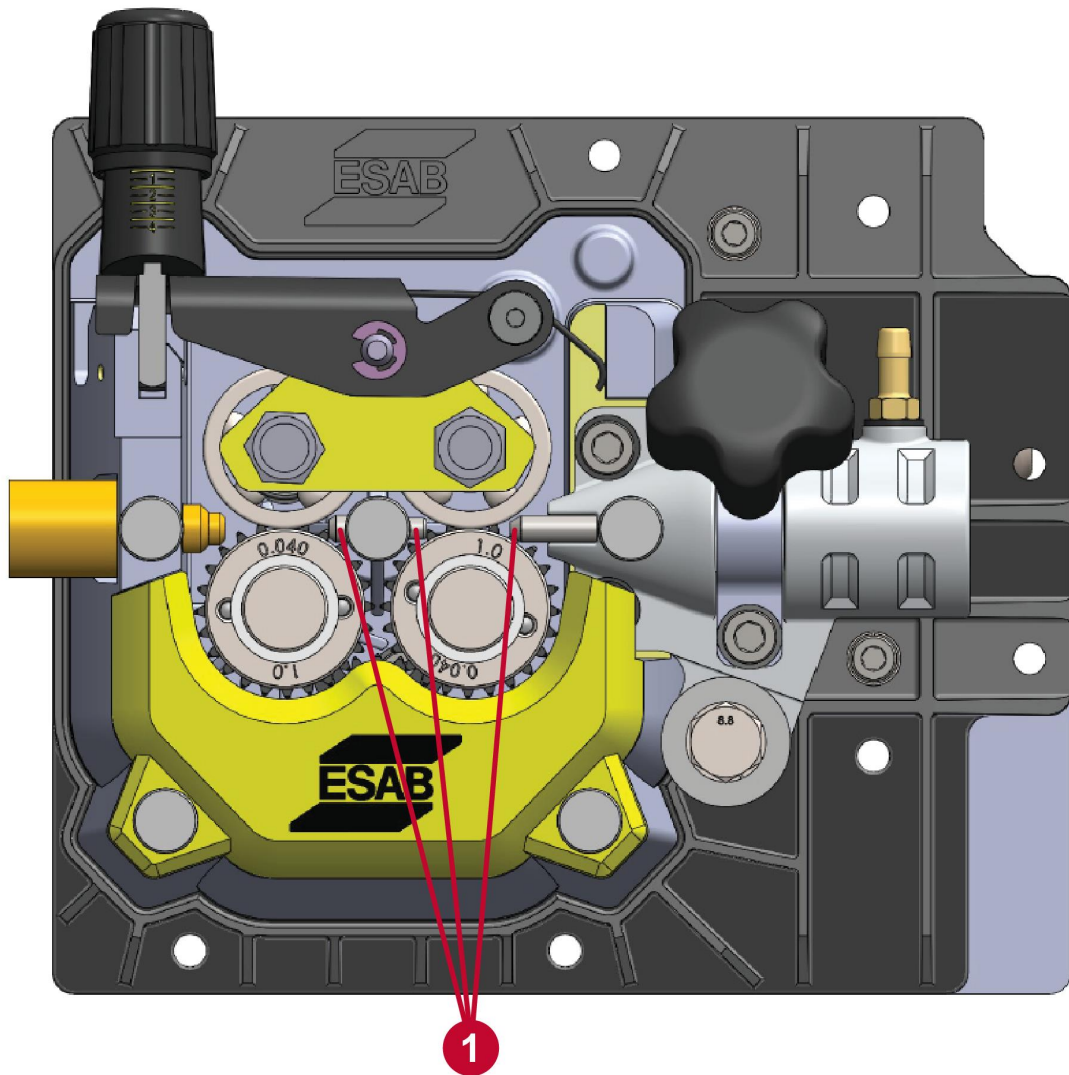

Figura 20. Verifique la holgura de ambos tubos de guía
2. Ajuste el tubo de guía de alambre de salida para obtener 1 mm (0,03 pulg.) de holgura desde el rodillo de alimentación derecho (consulte la figura 20). Verifique que el tubo de guía de alambre central tenga holgura desde cada uno de los rodillos de alimentación y apriete el tornillo con los dedos.